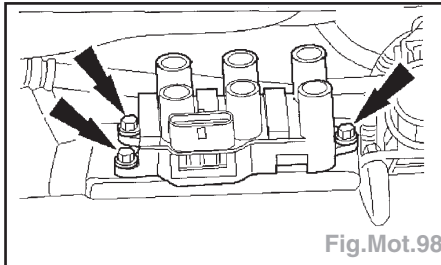

Fig.Mot.98
- Déposer le jeu de bobines d'allumage et le câble de masse du boulon de fixation de jeu de bobines d'allumage (Fig.Mot.98).